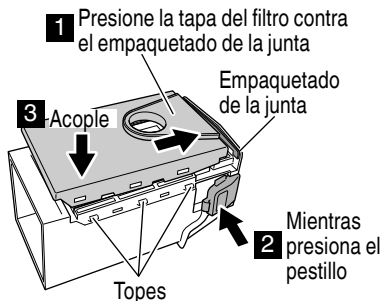

Fig. 18
- (3) Presione la cubierta del filtro contra el empaquetado de la junta de la caja del polvo. Mientras presiona el pestillo, instale la cubierta del filtro de modo que se acople en los topes de la caja del polvo, asegurándose de que el pestillo no interfiere con la cubierta del filtro. (Fig. 18)